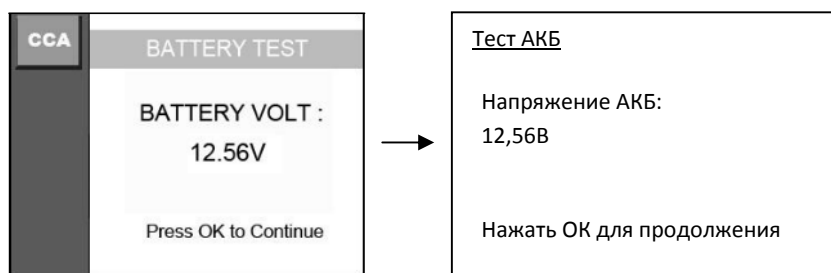

Рис. 9.1
4. Воспользоваться кнопками прокрутки **UP/DOWN**, чтобы выбрать **BAT TEST** в основном меню, на экране отображается следующая надпись (рис. 9.1).